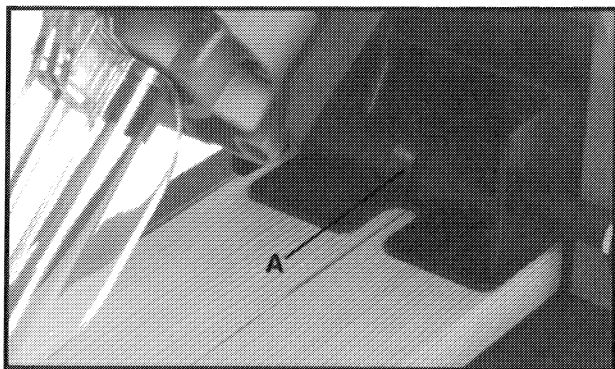

Fig. 8
3. Coloque el material en la cortadora (Pocket Cutter®) alineando una línea de lápiz con la muesca de "V" (A) Fig. 8, en el rodillo de la abrazadera de trabajo. Gire la palanca abrazadera en el sentido contrario a las manecillas del reloj para sujetar la pieza en la máquina.